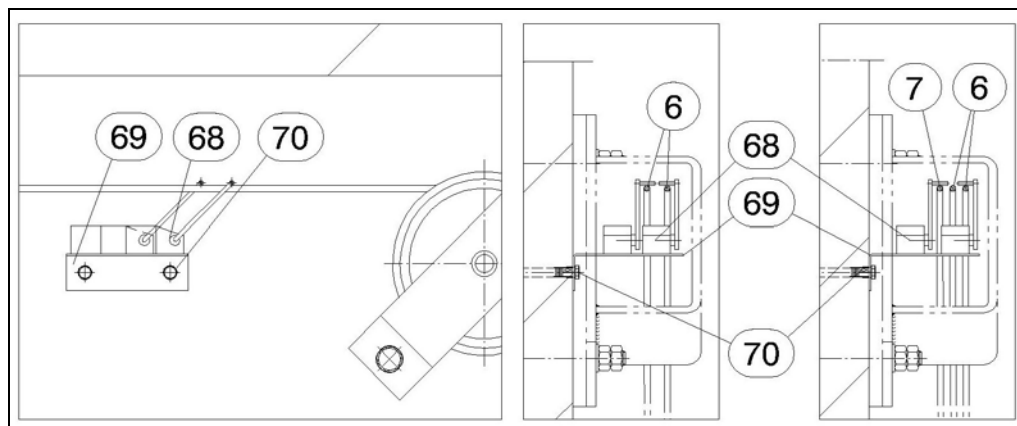

Abb.23
Tore mit elektrischer Öffnungshilfe (E-Antrieb) müssen mit 2 Schlaffseilschaltern (68) ausgerüstet werden. Diese werden auf die Konsole (69) montiert, die mittels Dübel (70) an der Wand befestigt ist, gem. Abb.23. Bei Ausführung mit Doppelseilrolle sind die Schlaffseilschalter (68) jeweils auf die
beiden Tragseile (6) aufzulegen, Abb.23. Bei Ausführung mit Dreifachseilrolle ist ein Schlaffseilschalter auf das Tragseil (6) und ein Schlaffseilschalter auf das Sicherheitsseil (7) aufzulegen.